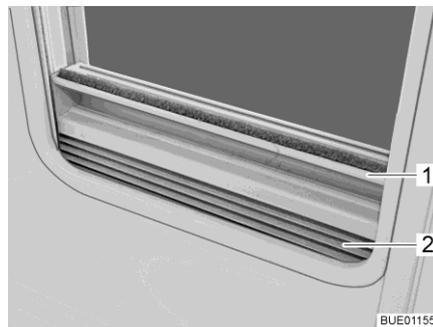

Fig. 37 Dispositif occultant plissé
- Fermer : ■ Saisir le dispositif occultant plissé (Fig. 37,2) par le centre de la barre-poignée (Fig. 37,1), le tirer du bas vers le haut et le relâcher à la hauteur voulue. Le dispositif occultant plissé reste alors à cette hauteur.